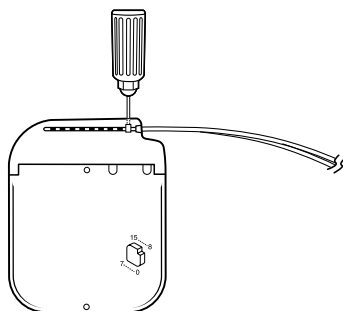

Abbildung 2. Anziehen der Schrauben in den selbstdichtenden Dichtringen.
4. Führen Sie bei der Installation von Verlängerung, Elektrode oder Blindstopfen den mit dem Neurostimulator gelieferten Drehmomentschlüssel in die selbstdichtenden Dichtringe des Konnektorblocks ein und ziehen Sie alle Schrauben an (Abbildung 2).